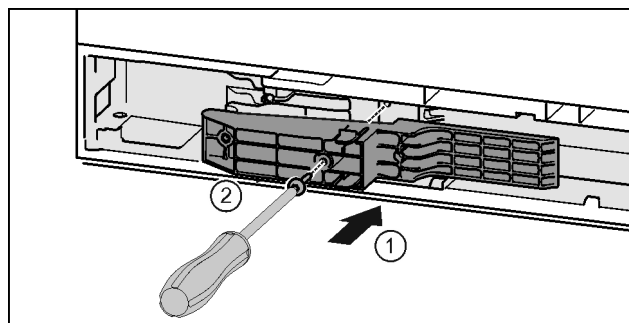

Fig. 43\*
- ▶ Adapterstuk aan de greepzijde in de uitsparing plaatsen. Fig. 43 (1)\*
- ▶ Schroeven met schroevendraaier T15 vastschroeven. Fig. 43 (2)\*